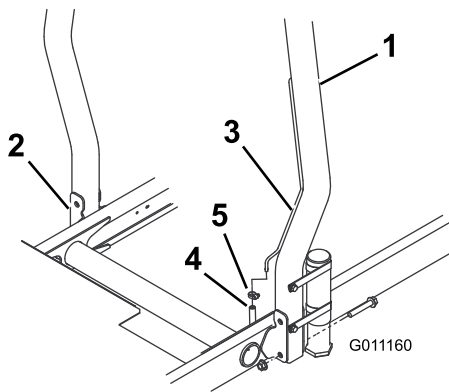

図 12
1. ROPSを機体の固定穴に差し込み、取り付け穴を整列させる。ROPSについている換気管が機体の左側にくるように配置すること 図 12。
2. ROPS のそれぞれの側をフランジヘッドキャップスクリューとロックナット各 2 で固定する 図 12。締め具を  $81\text{N}\cdot\text{m}$   $8.3\text{kg}\cdot\text{m}$  =  $60\text{ft}\cdot\text{lb}$  にトルク締めする。